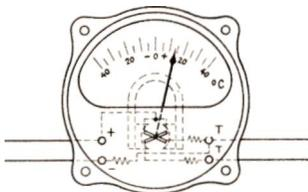

Abb. 6 Anzeigergerät
Die Außenlufttemperatur-Meßanlage (Abb. 6—8) besteht aus dem Geber (2), den Verbindungsleitungen und dem Anzeigergerät (1).
Das Anzeigergerät (Abb. 6) befindet sich in der Führerraumgerätetafel (siehe auch Abb. 1).